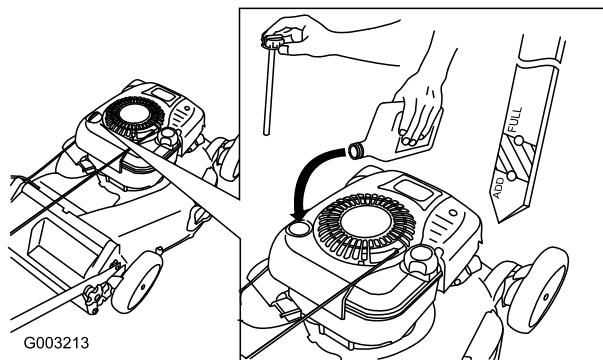

Bild 7
1. Ziehen Sie den Peilstab heraus (Bild 7).
2. Füllen Sie das Öl **langsam** in den Einfüllstutzen ein, um den Ölstand auf die Voll-Marke am Peilstab anzuheben (Bild 7). **Füllen Sie nicht zu viel ein.** (Max. Füllstand: 0,77 l des Typs: Waschaktives SAE 30W-Öl mit der Klassifizierung SF, SG, SH, SJ, SL oder höher durch das American Petroleum Institute (API).)